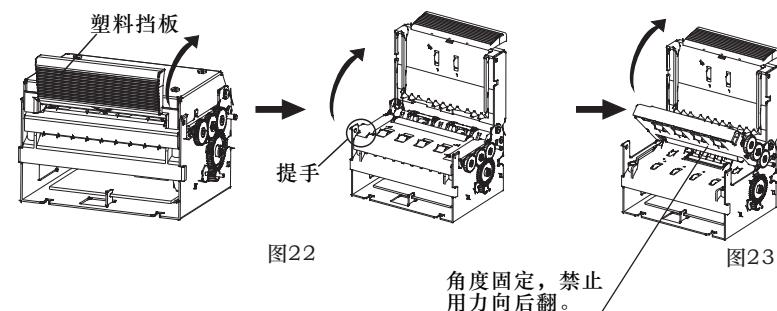

图22
- 2) 阅读器是采用上、中、下三层结构，捏住阅读器的塑料挡板向上（图22、23）翻开可第一层结构（走纸面板），将卡在走纸面板的彩票取出；